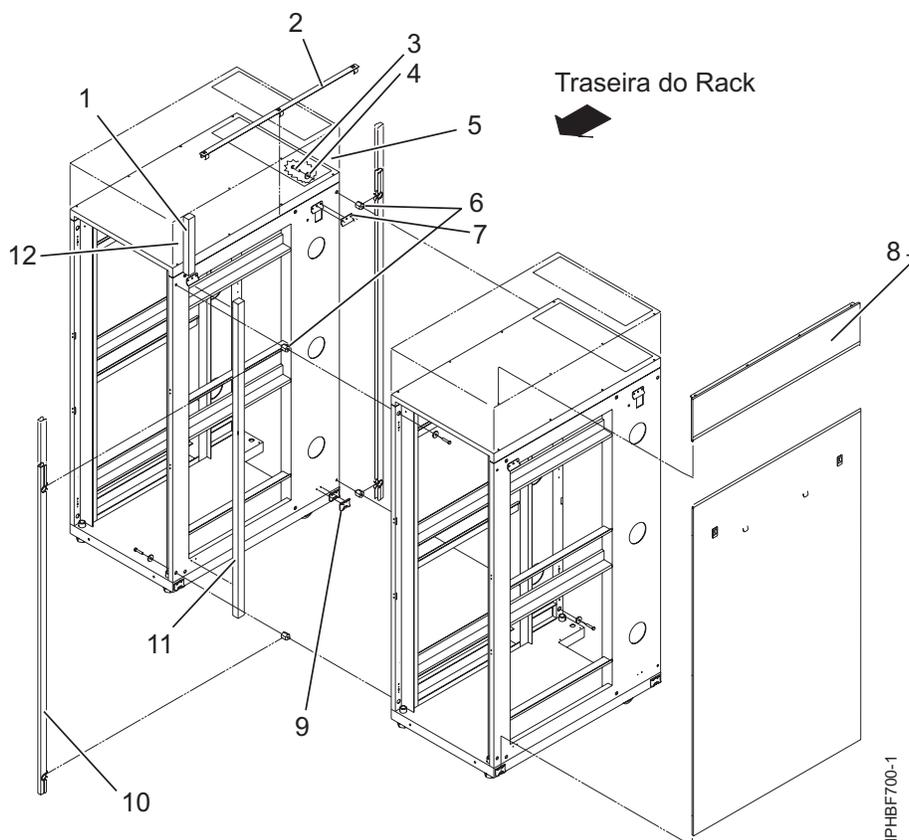

Figura 18. Removendo os painéis laterais, suportes Z e J e instalando os separadores e a espuma longa para conectar vários racks
4. Instale os dois primeiros separadores nos cantos superior esquerdo e inferior direito do primeiro rack, como mostrado em Figura 18.
5. Instale os dois segundos separadores nos cantos superior esquerdo e inferior direito do segundo rack, conforme mostrado em Figura 18.
- Fixe a espuma longa, conforme mostrado em Figura 18 na página 21. Para um rack modelo T42, junte a espuma curta no final da espuma longa e cole-a ao longo da estrutura do rack.